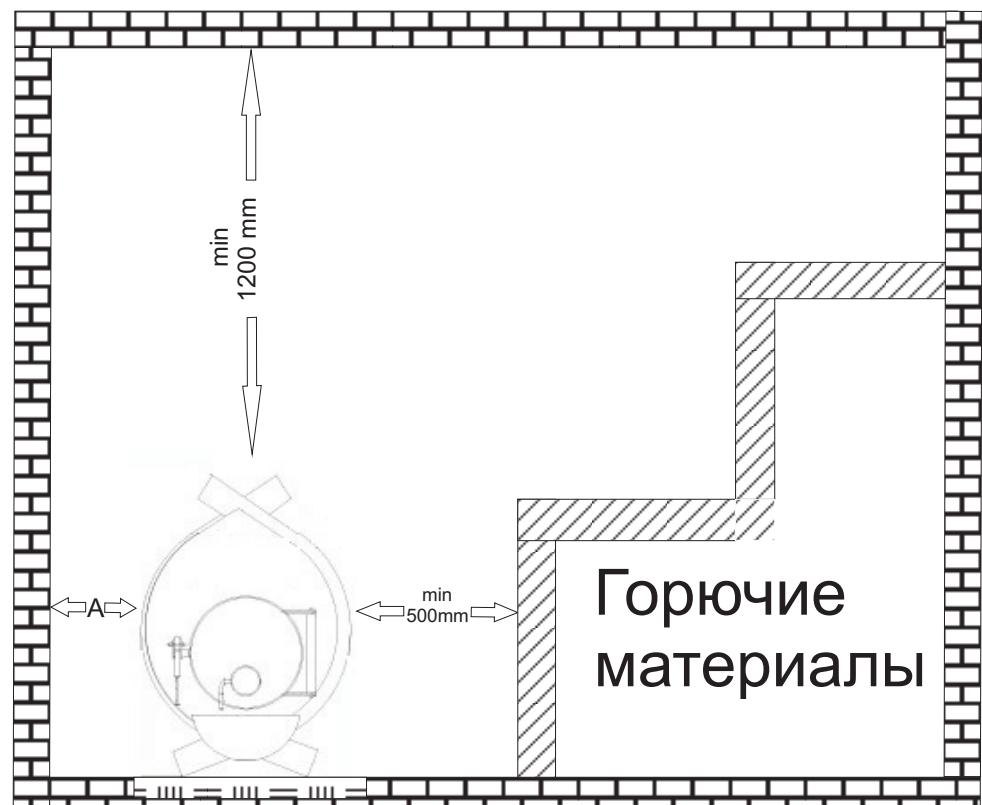

Рис. 1
- при установці печі поблизу бетонних стін мінімальна відстань до її стінки має бути не менше А=50мм для забезпечення належної циркуляції повітря. (Рис.1)
- при установке печи вблизи бетонных стен минимальное расстояние до ее стенки должно быть не менее А=50мм для обеспечения надлежащей циркуляции воздуха. (Рис.1)